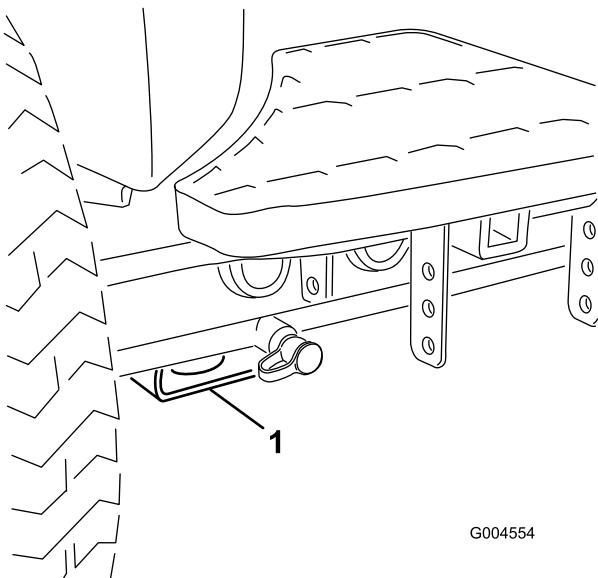

Рисунок 28
- Передняя часть машины — прямоугольная подкладка под трубой моста рядом с внутренней стороной каждого переднего колеса (Рисунок 28).